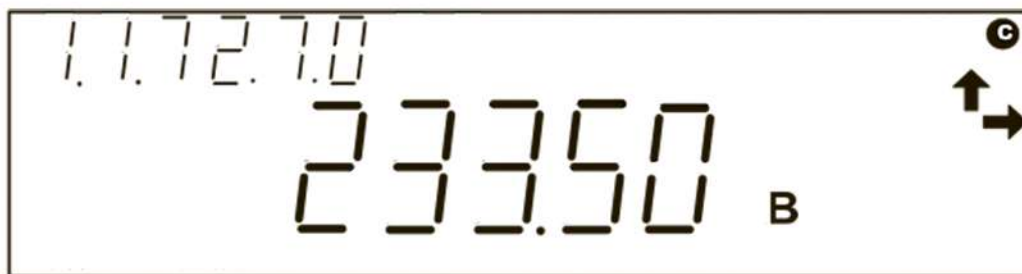

Рис. 8
5.1.2.4 Формат отображения на ЖКИ действующего значения напряжения в каждой фазе, с указанием номера фазы, должен соответствовать рис. 8. Пример приведён для действующего значения напряжения 233,5 В в фазе С).